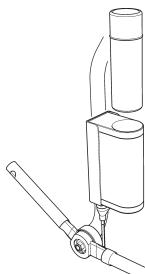

Fig. 11
1. Retire la batería de la percha (ver fig. 11). La batería se sostiene por una fuerza magnética. Simplemente tire de la batería y extrágala de la caja de control de la percha.